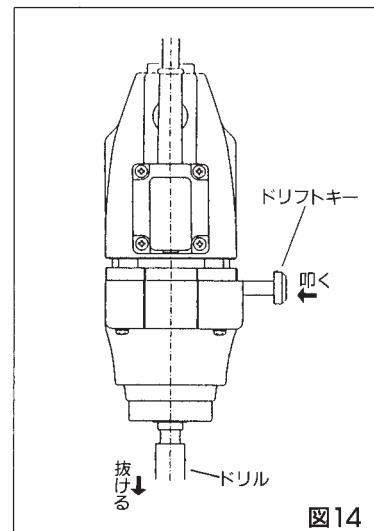

図14
- ドリルを電気ドリルから外す際にハンマー等でドリフトキーを必要以上に強く叩くと芯がずれますので注意して下さい。(図14)